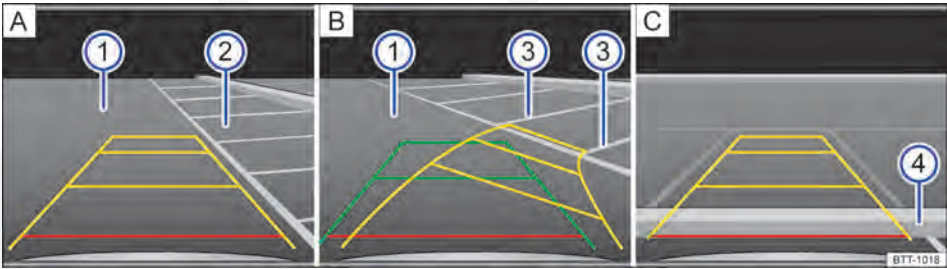

Fig. 162 Exibição do display do rádio ou do sistema de navegação: entrar na vaga de estacionamento com a câmera de marcha a ré, modo 1.
Legenda para a representação esquemática Fig. 162:
2.	Posicionar o veículo na frente da vaga de estacionamento ② ⇒ Fig. 162 A.
4.	Conduzir lentamente para trás e manobrar de modo que as guias amarelas sejam guiadas ao longo das linhas de limitação lateral ③ da vaga de estacionamento selecionada B. Observar a seguinte mensagem: Controlar a trajetória do veículo! ⇒ ⚠ em Introdução ao tema na página 232!
5.	Alinhar o veículo na vaga de estacionamento selecionada de modo que as guias verdes e amarelas fiquem em cima das linhas de limitação lateral ③ da vaga de estacionamento selecionada.
6.	Parar o veículo o mais tardar ao atingir a guia vermelha de limitação traseira, por exemplo, meio-fio ④ C.